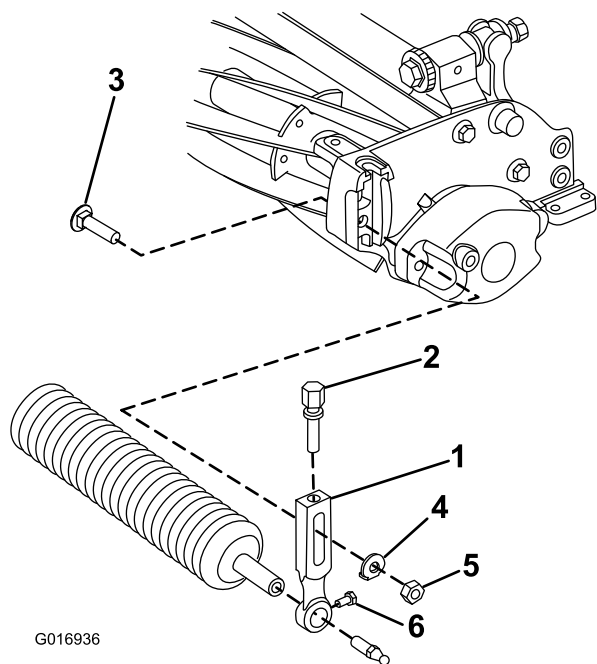

図2
2. カッティングユニットの、前ローラの左右端部を刈高アームに固定しているねじをゆるめる図2。
3. 各刈高アームをカッティングユニットの左右端部に固定しているプラウボルト、ワッシャ、ロックナットを外す図2。刈高アームとローラアセンブリを取り外す。
4. 刈高アームから刈高調整ねじとローラ取り付けねじを取り外す図2。